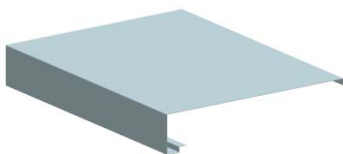

图 11-117 创建轮廓弯边特征
(6) 在“轮廓弯边”对话框中，单击按钮，创建轮廓弯边特征，如图 11-117 所示。